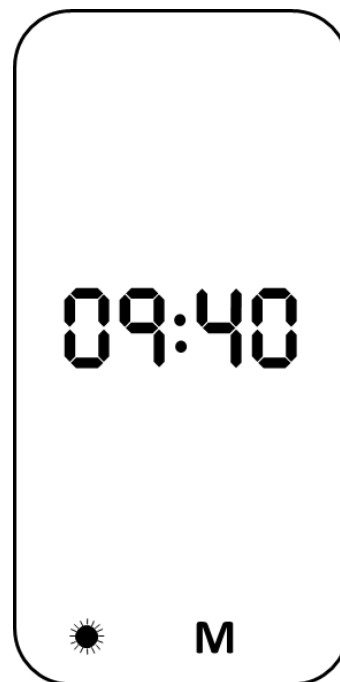

Fig. 3-5 Exemplo: visor após teste de autodiagnóstico bem-sucedido (**M**= dados de TA na memória,  período de medição: diurno)
- a existência de dados armazenados no medidor de TA (**M**) (Fig. 3-5).